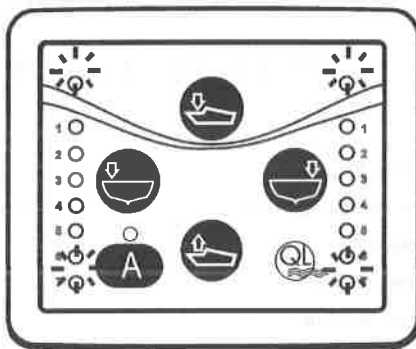

図. 28
5. ブレードは、完全に伸びた後格納されます。この手順が正しく完了した場合は、コントロールパネルの上下左右にあるLEDが2度点滅します。図. 28参照